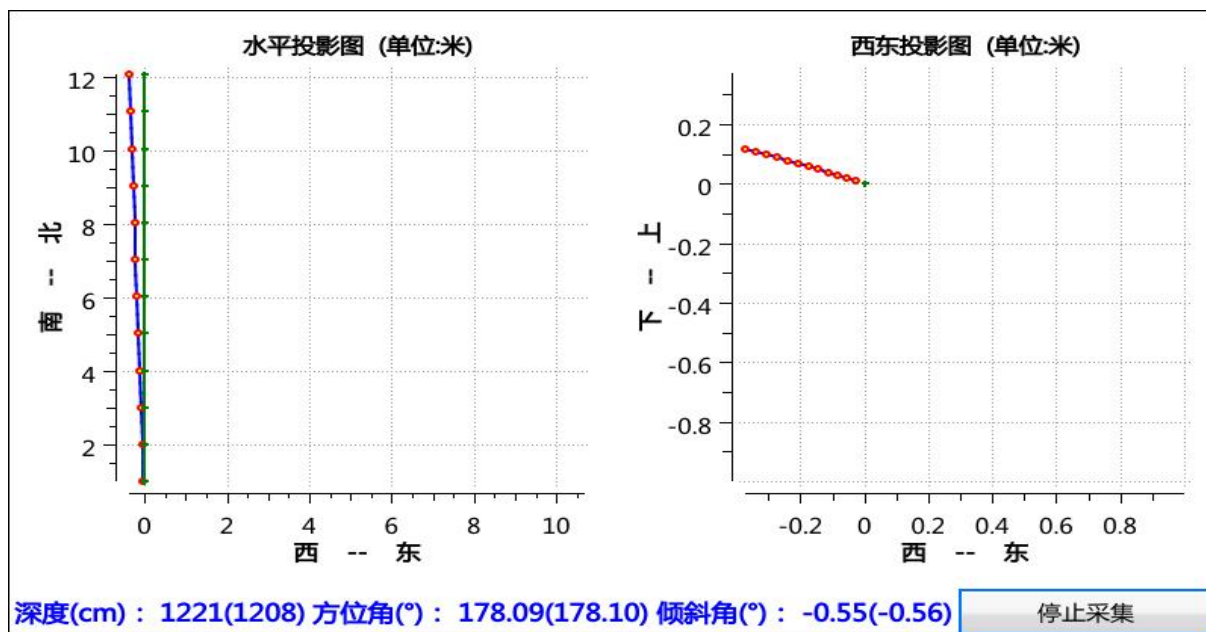

图4-8 轨迹采集
- 11) 启动轨迹测量：按下时进入轨迹测量，如图4-8所示：